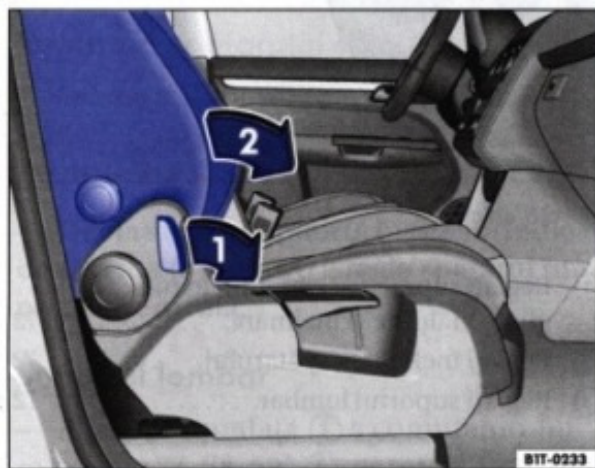

Fig. 56 Plierea în față a spătarului scaunului pasagerului din dreapta
- Deblocați spătarul scaunului în sensul indicat de săgeata ⇒ fig. 56 ①.
- Plițiți spătarul scaunului pasagerului din dreapta în față, în poziție orizontală, săgeata ②. Atenție ca spătarul să se fixeze bine.